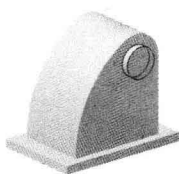
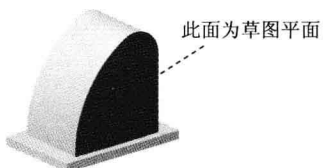
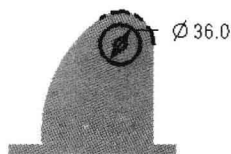

图 1.8 拉伸特征 3
图 1.9 定义草图平面
图 1.10 截面草图
Step5. 创建图 1.8 所示的拉伸特征 3。选择下拉菜单 **插入(S)** $\rightarrow$ **设计特征(F)** $\rightarrow$ **拉伸(E)...** 命令，选取图 1.9 所示的平面为草图平面，绘制图 1.10 所示的截面草图，在 **限制** 区域的 **开始** 下拉列表中选择 **值** 选项，并在其下的 **距离** 文本框中输入值 0；在 **限制** 区域的 **结束** 下拉列表中选择 **值** 选项，并在其下的 **距离** 文本框中输入值 8；在 **布尔** 区域的下拉列表中选择 **求和** 选项，采用系统默认的求和对象。